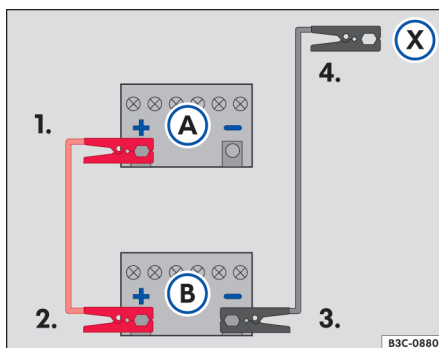

图 168 跨接电缆连接示意图
在⇒图 168 中，(A) 表示无电蓄电池，(B) 表示供电蓄电池。